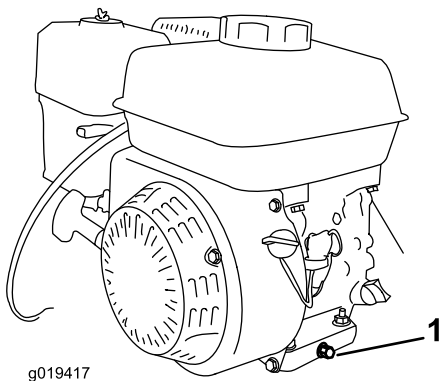

Figura 18
5. Retire el tapón de vaciado (Figura 18).